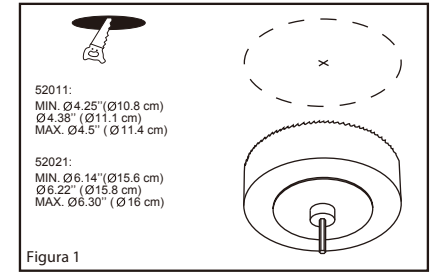

Figura 1
1. Haga un agujero en el techo y prepare los cables de alimentación eléctrica. Instala y desprotege el cable de alimentación eléctrica 6" (15 cm) y los alambres 5/8" (1,6 cm). (Figura 1)